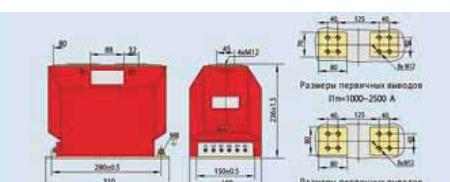

Рис. 6.2 Внешний вид и размеры трансформатора тока LZZBJ9-10C2
6.2 Внешний вид и размеры трансформатора тока LZZBJ9-10C2 (см. рис. 6.2)